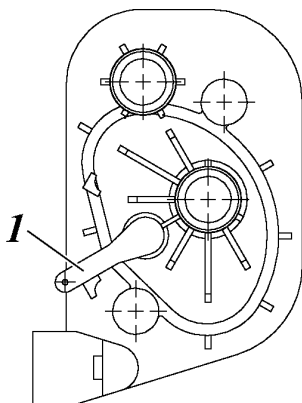

Рис. 3.12. Кран отопителя:
2. Кран отопителя должен находиться в открытом положении рис. 3.12 (рычаг крана поз. 1 в крайнем нижнем положении).